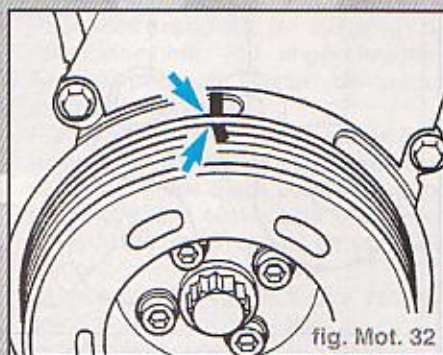

fig. Mot. 32
- Amener le vilebrequin au PMH du cylindre **1** (fig. Mot. 32).